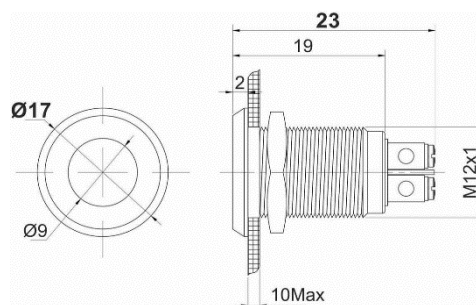

Abbildung 2.1, Kontrollleuchte
- Für die Signalisierung einer aktiven Videoübertragung wird eine Meldeleuchte (Abbildung 2.1) im RTW installiert. Der Montageort sollte so gewählt werden, dass weder Patient noch RTW-Besatzung geblendet wird. Die Steuerung/Spannungsversorgung (12V) erfolgt aus dem Technik-Fach. Eine LED-Meldeleuchte wird von der THC gestellt. Wird die Meldeleuchte an einem Ort im RTW installiert der für die Montage und Anschluss der Leuchte nicht von dem Technik-Fach aus erreichbar ist, so muss der Ausbauer eine Leitung von der Meldeleuchte bis in das Technik-Fach verlegen.